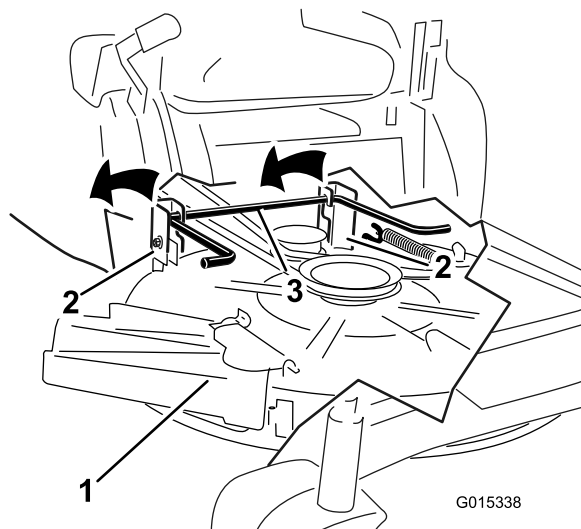

Figura 56
- Levante a plataforma de corte e os suportes de suspensão afastando da haste de elevação traseira e baixe o cortador cuidadosamente até ao chão (Figura 56).
- Levante a parte de trás da plataforma de corte e oriente os suportes de suspensão por cima da haste de elevação traseira (Figura 56).